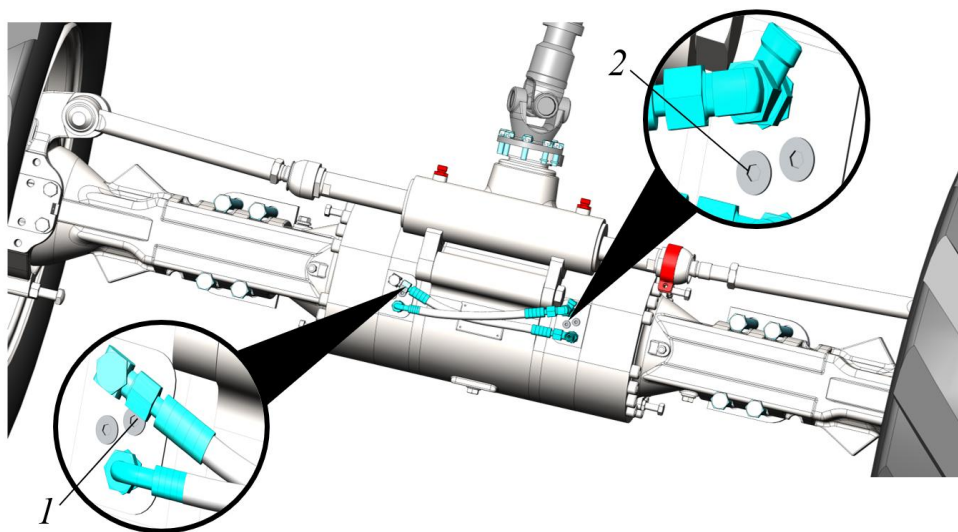

Рисунок 5.54 Расположение пробок стояночного тормоза на переднем мосту
- ▶ Выкрутить пробки на переднем мосту на несколько оборотов (выкручивать полностью пробки нет необходимости), см. рис. 5.54.